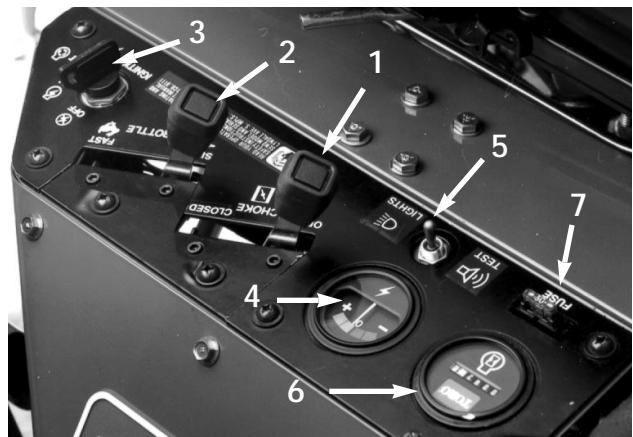

Fig. 6
**COMANDO DEL GAS** (Fig. 6)—Il comando del gas regola il regime del motore. Spingere il comando del gas verso FAST per incrementare il regime, verso SLOW per ridurlo.
**LEVETTA DELL'ARRICCHITORE** (Fig. 6)—Per avviare il motore freddo, chiudere l'arricchitore della miscela spostando in avanti la levetta, in posizione CLOSED. Avviato il motore, regolare in modo da mantenerne la marcia regolare. Non appena possibile, tirare indietro la leva dell'arricchitore, in posizione OPEN. Se il motore è caldo occorre poco arricchitore, o nulla.
**INTERRUTTORE DI ACCENSIONE** (Fig. 6)—Inserire la chiave nell'interruttore e girarla in senso orario, in posizione START per avviare il motore. Rilasciare la chiave non appena il motore si avvia. Per spegnere il motore, girare la chiave in senso antiorario, su OFF.
**AMPEROMETRO** (Fig. 6)—L'amperometro fornisce
**FUSIBILE** (Fig. 6)—Il fusibile a 20A fa parte del circuito elettrico.
**RIVELATORE DI PERDITE/INTERRUTTORE DEI FARI** (Fig. 6)—Dalla posizione operativa centrale, tirare indietro l'interruttore per verificare il funzionamento dell'allarme di rivelazione fuoriuscite e del ritardo. Spostare in avanti l'interruttore per azionare i fari optional.
**CONTAORE** (Fig. 6)—Indica il totale delle ore di funzionamento della macchina. Il contatore si avvia quando l'interruttore di accensione viene spostato su ON.
## LEVA DI REGOLAZIONE DEL SEDILE (Fig. 6)